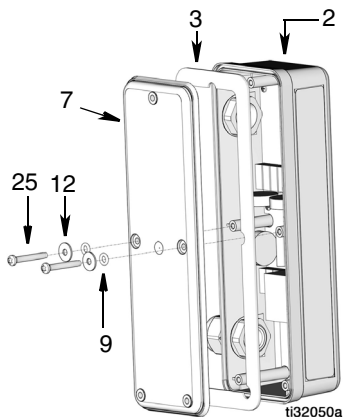

FIG. 38
7. Coloque dos juntas tóricas (9), arandelas (25) y tornillos (12) para fijar la tapa al alojamiento del sistema electrónico del PAC (2) (FIG. 38).